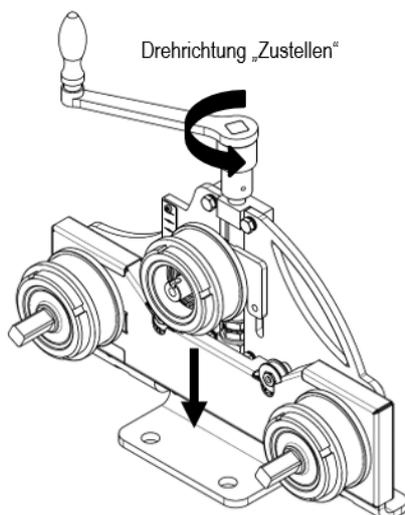
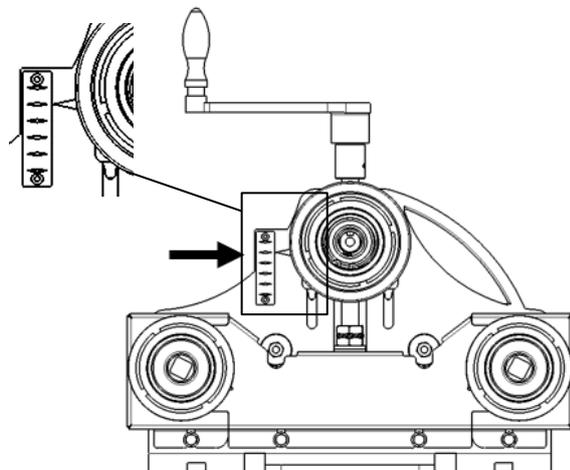

Abb. 12: Zustellen der Biegerolle
Abb. 13: Einstellung vor Biegebeginn
Am Anfang sollte der Pfeil bei der Rauten-Skala (links neben der oberen Rolle) auf der 2. Raute von oben stehen (siehe Abb. 12 und Abb. 13).
- Der gewünschte Radius wird durch das schrittweise Zustellen der Biegerolle erreicht. Bis zu einem Radius von ca. 4 m mit ca. einer Kurbelumdrehung starten und bei Radien unter 4 m mit max. ½ Kurbelumdrehung zustellen (siehe Abb. 12 und Abb. 13).